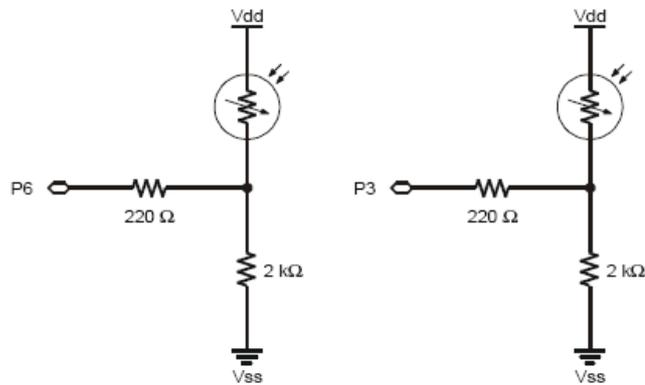
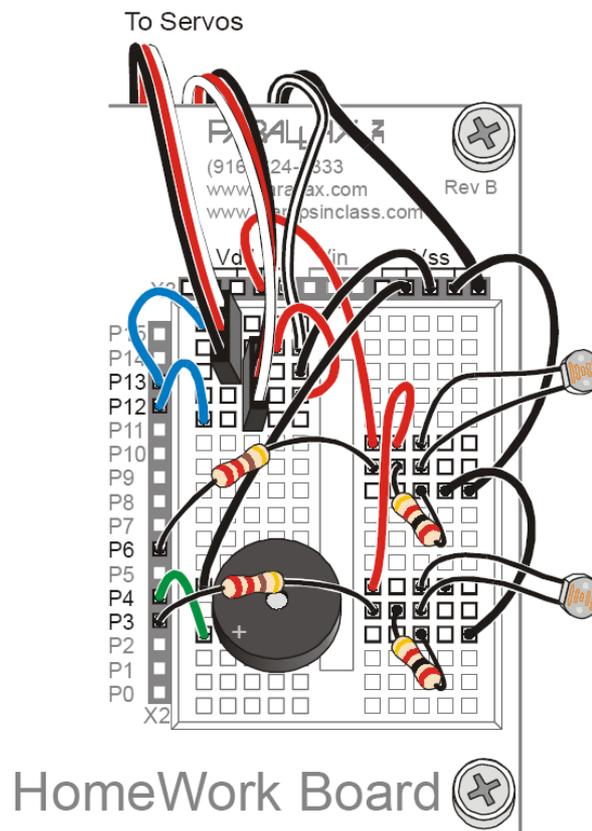

Figura 7-2.- Esquema eléctrico para el conexionado de las LDR.
Figura 7-3.- Apariencia del montaje de los circuitos LDR.
La figura 7-2 muestra el esquema, y la 7-3 la apariencia del conexionado de los circuitos de las foto resistencias que utilizarás en esta y en las dos próximas experiencias.
- Monta el circuito de la figura 7-2 tomando como referencia la figura 7-3.